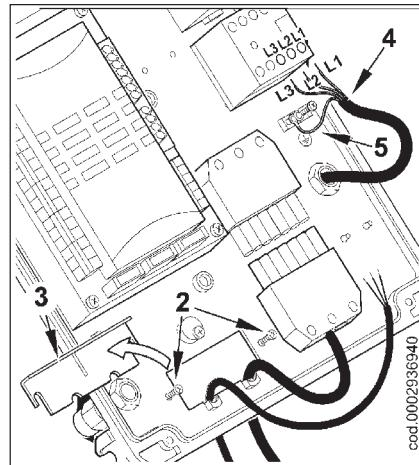

Fig. 2
- Desserrer les vis (2) et après avoir démonté la plaquette serre-câbles (3), faire passer à travers le trou la fiche à 7 pôles et le câble de commande de modulation (fig. 2). Connecter les câbles d'alimentation (4) au télérupteur, fixer le câble de terre (5) et serrer le presse-câble correspondant.
**! A la fermeture du brûleur, tirer délicatement vers le tableau électrique, en mettant les deux câbles d'allumage et d'ionisation sous une légère tension, puis les placer dans leur logements (7) de la figure 2. Cela évitera que le ventilateur endommage les deux câbles durant le fonctionnement du brûleur.**